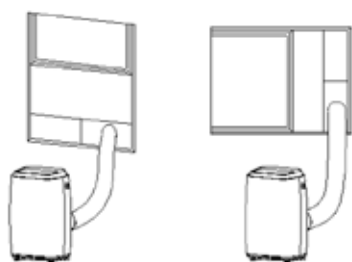

Fig. 5 & 5a
- 2) Come mostrato in Fig. 5 e Fig. 5a, installare il tubo di scarico e regolare bene la posizione della finestra.